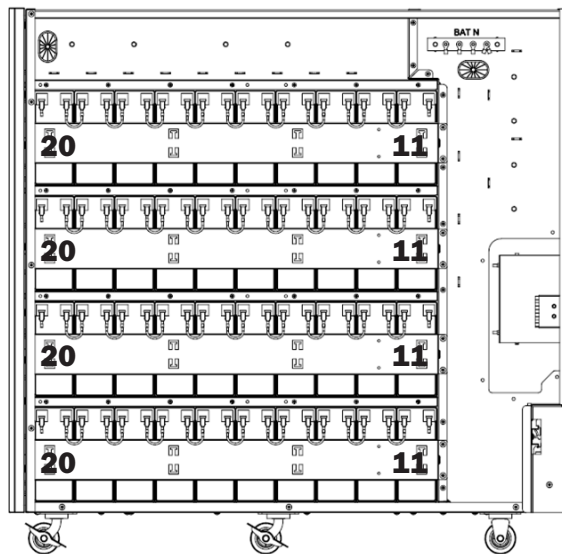

Figure 5-14B : Le côté droit de l'armoire est le côté négatif des ensembles de batteries.
18. Utiliser 36 câbles de raccordement/court-circuit de batteries pour connecter les bornes des batteries adjacentes au côté négatif de l'armoire de batteries (Figure 5-14B).